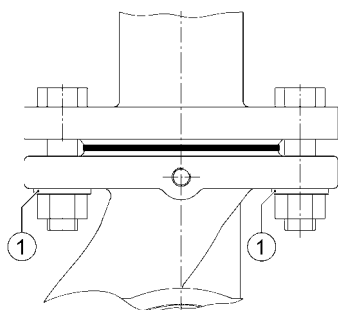

Fig. 12: Montering med kombiflange
- Mellem skrue-/møtrikhovedet og kombiflanger skal de vedlagte skiver anvendes (fig. 12, pos. 1).